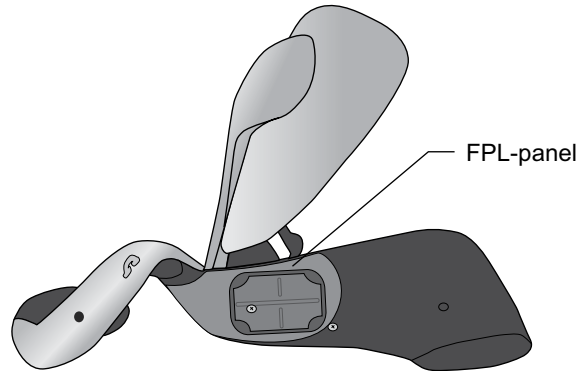

Bild 6-11: Placering av FPL-panelen på ortosen
5. Sätt i FPL-panelskruven genom FPL-panelens elektrodbas och in i ortosens FPL-elektrodbas nr 5 och uttag. Se bild 6-11.